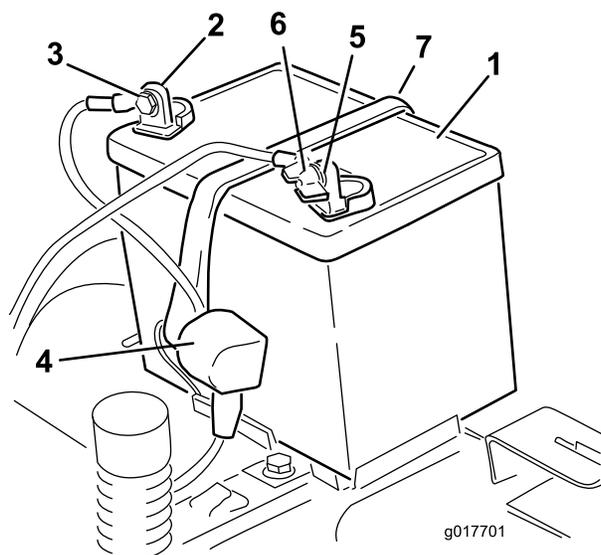

Figure 38
4. Débranchez le câble négatif (noir) de mise à la masse de la borne de la batterie (Figure 38).
6. Débranchez le câble positif (rouge) de la borne de la batterie (Figure 38).
7. Déposez la barrette de maintien de la batterie (Figure 38) et soulevez la batterie de son support.
- Placez la batterie dans son support (Figure 38).
- Fixez la batterie en place à l'aide de la barrette de maintien (Figure 38).